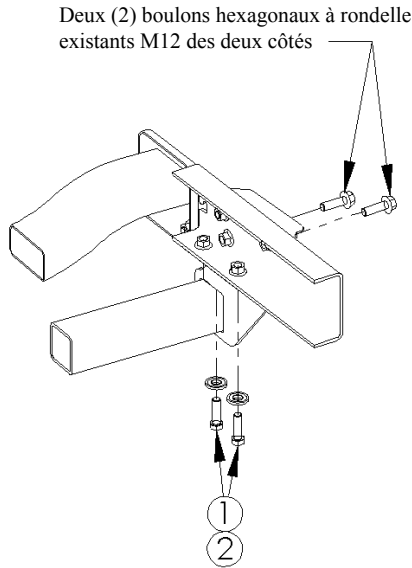

Figure 3
①	Qté. (4)	Rondelle conique de ½ po	③	Qté. (4)	Espaceur
②	Qté. (4)	Écrous hexagonaux M12 x 40 x 1.25
3. Élever la barre de remorquage en position de sorte que les attaches de côté sur la barre de remorquage soient prises en sandwich entre les attaches du pare-choc et les rails du cadre. Installer les boulons et les rondelles M12 x 1.25 x 40 et serrer à la main . Se reporter à la Figure 3.
4. Réinstaller sans serrer les quatre (4) boulons hexagonaux à rondelle qui avaient été enlevés lors de l'étape 2. Se reporter à la Figure 3.